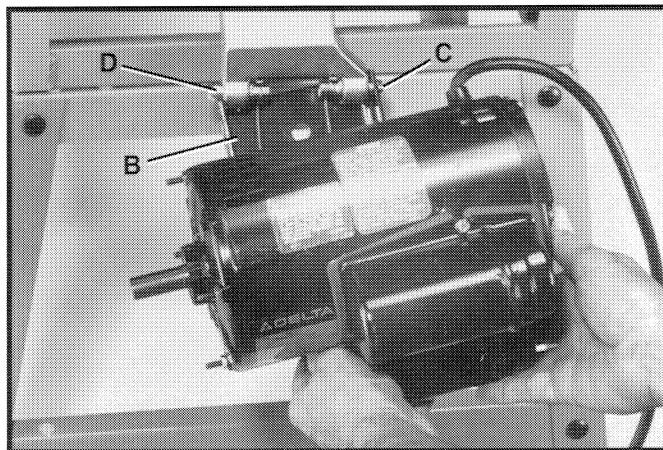

Fig. 13
2. Inserte un extremo de la placa del motor sobre el émbolo (C) Fig. 13, según se ilustra.
3. Oprima el otro émbolo (D) Fig. 13 y gire la placa del motor (B) hasta que el émbolo (D) quede engranado en el agujero en el extremo de la placa del motor (B).